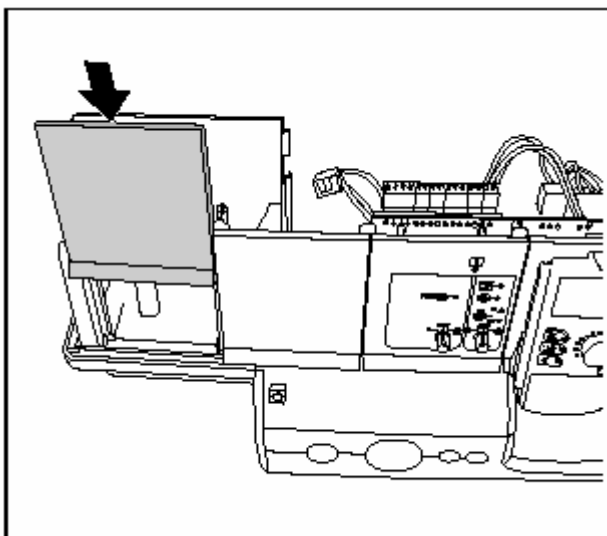

Рис. 11 Вставка заглушки
- Если Вы не вставляете новый модуль, следует закрыть появившееся отверстие заглушкой (рис. 11).